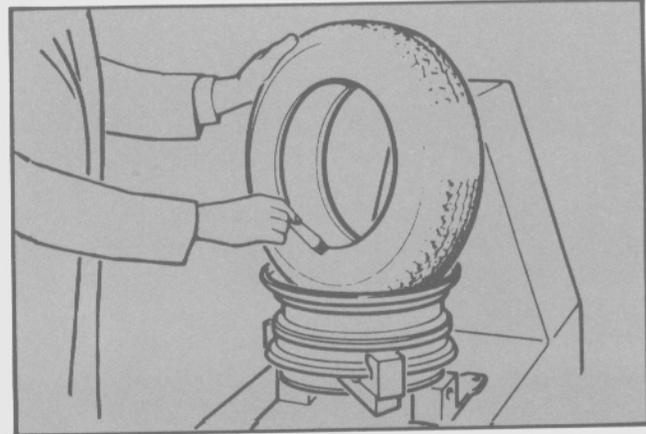

Fig. 30 Preparación del neumático
- Lubricar el neumático y la llanta de rueda con solución jabonosa o lubricante de caucho (Fig. 30).